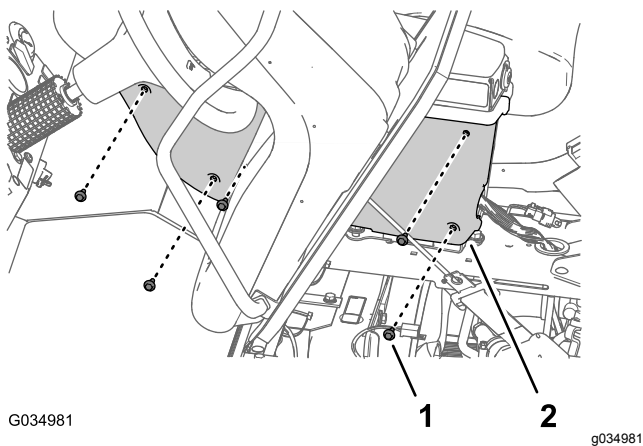

Figure 112
- Retirez les 5 boulons à embase (1/4" x 3/4") qui fixent le couvercle sur le côté gauche de la console centrale (Figure 112).